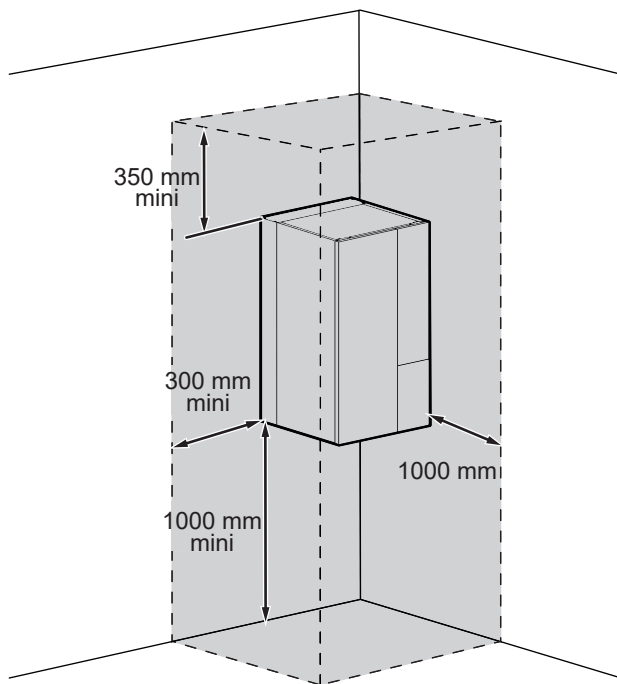

fig. 19 - Distanțe minime de instalare în jurul modulului hidraulic în vederea întreținerii
- Pentru a facilita operațiile de întreținere și pentru a permite accesul la diverse componente, este recomandat să se asigure un spațiu suficient în jurul modulului hidraulic (*fig. 19*).